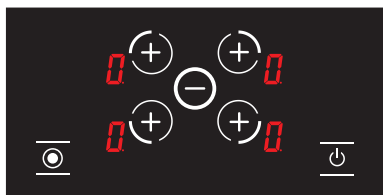

Abbildung 24
3. Auf dem gesamten Bildschirm erscheint das Symbol **H**. (siehe Abb. 24) Wenn eine heiße Kochplatte vorhanden ist, werden die Symbole **H** und **H** abwechselnd auf dem Bildschirm angezeigt.